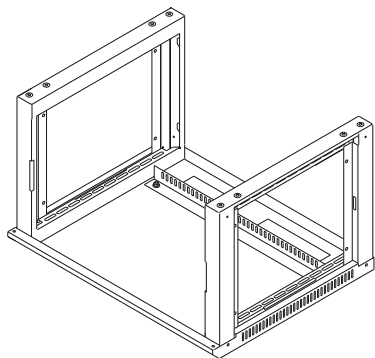
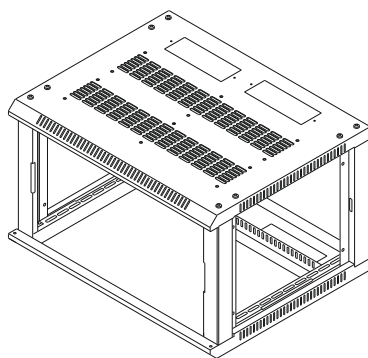

Рисунок 4
Рисунок 5
4.1.4 Поставьте собранный узел на дно (рисунок 4), установите на рамы крышу (рисунок 5) и закрепите восемь винтами М6×16.